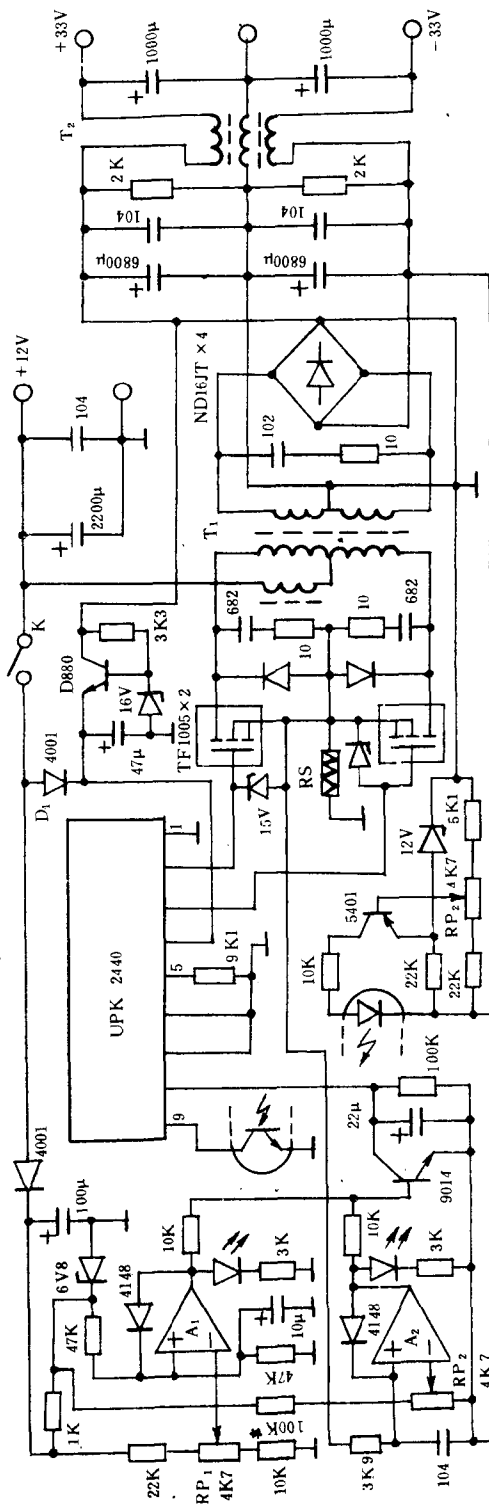

图 1
二、电路原理 图 1 为中山市达华电子厂生产的 200W 电瓶音响电源解剖电路原理,附表列出这种电源的主要性能指标。整机由核心控制电路、升压电路、直流变换输出电路和保护电路等四部分组成,下面分别介绍。
3. 直流输出变换: T1 次级输出的是升压至所需电压值的交流方波,需对此电压进行直流变换。图 1 中采用 4 只大电流快恢复二极管作桥式整流,经电解滤波后,输出音响功放所需的正负对称电源。
4. 保护电路: 该电源具有软启动、欠压过流等保护功能。其中 D880、K、D1 等构成启动电路,闭合 K 时,首先由 +12V 通过 D1 向 UPK2440④脚加电工作, T1 输出 30V 电源再经 D880 稳压后得到约 15V 电压,供 UPK2440 正常使用,完成以弱控强的启动过程。A1 等构成欠压关机电路,当电瓶电压降至 10.5V 门限值时, A1 翻转输出高电平,经反馈使输出锁定。高电平经反相后使 UPK2440 第⑧脚电位为零,内部关断无输出。当电瓶充足后,重新启动 K 即可恢复工作,调节 RP1 可设定欠压保护值。A2 等组成过流保护电路,过流信号由 A2 的同相端注入。当开头电路的电流达 30A 峰值时 VRS > VRP2, A2 输出高电平并自锁,同样经倒相后使 UPK2440⑧脚为零,令内部关断,并点亮过流指示灯提醒使用者减轻负载后,再重新启动使用。调节 RP2 可设定过流保护值。该电源已设定在峰值 30A 左右。